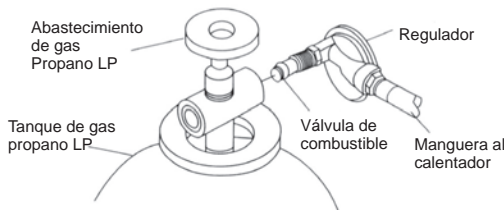

FIGURA 1
1. Proporcionar un sistema de abastecimiento de gas propano. Verifique que la válvula en el cilindro esté completamente cerrada girando la perilla completamente en dirección de las manecillas del reloj (↻). Asegúrese de que el cilindro esté completamente vertical para permitir la extracción de vapores. (LP) (ver Abastecimiento de gas propano (LP), página 7).
3. Conectar el sistema de regulador y manguera de gas combustible a los tanques de gas propano (LP).
- 3a. Para unidades con conector POL (ver Figura 1) gire el aditamento de combustible hacia la izquierda en las roscas del tanque. Ajústelo firmemente utilizando una llave. Algunos modelos tienen una manivela que se puede usar para apretar el acople. Esta manivela puede ser quitada de la tuerca para que también pueda usar una llave para apretar el acople. **IMPORTANTE:** Coloque el regulador de manera que la manguera que sale del regulador esté en posición horizontal.